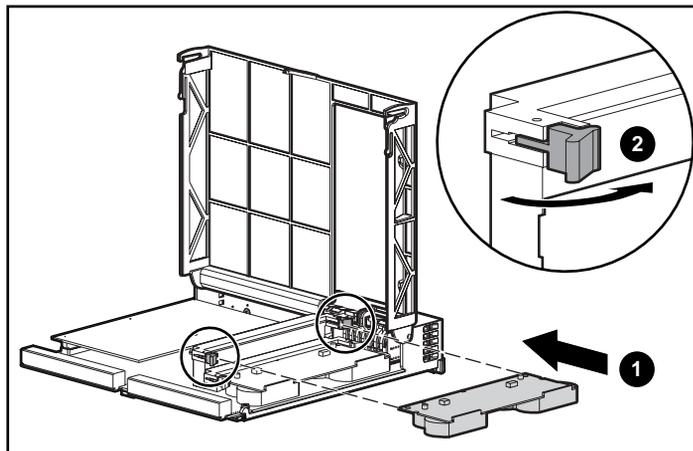

Figura 4: Installazione del modulo cache
6. Installare la nuova cache del controller MSA1000 inserendola nel controller ❶. Assicurarsi che i fermi laterali siano completamente agganciati ❷. Vedere la Figura 4.